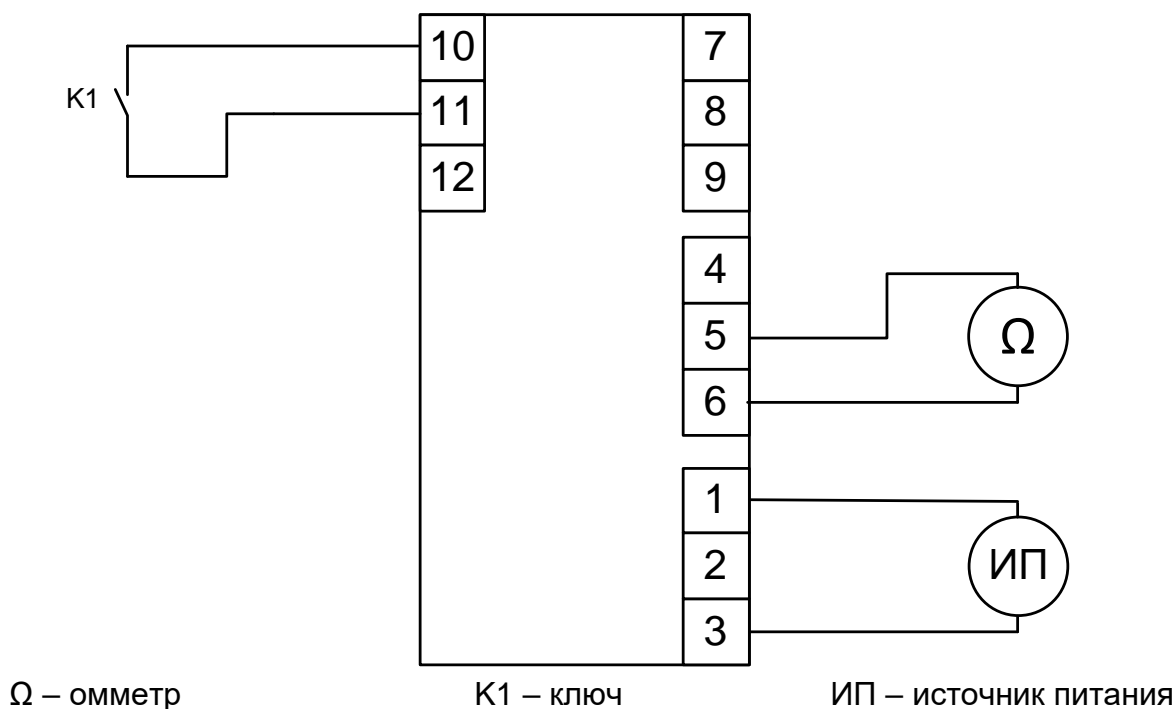

Рис. 9 – Схема проверки работоспособности изделия при прохождении сигнала от 1-го входного канала к 1-му выходному каналу
1) Собрать схему согласно Рис. 9.